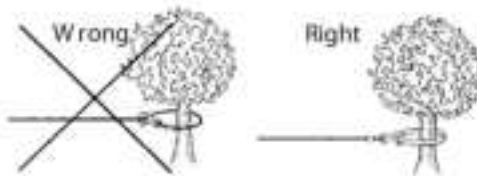

Figure 3
10. **NIGDY NIE ZACZĘPUJ LINY STALOWEJ DO SIEBIE**, ponieważ możesz uszkodzić linę stalową. Użyj taśmy nylonowej (rysunek 3).